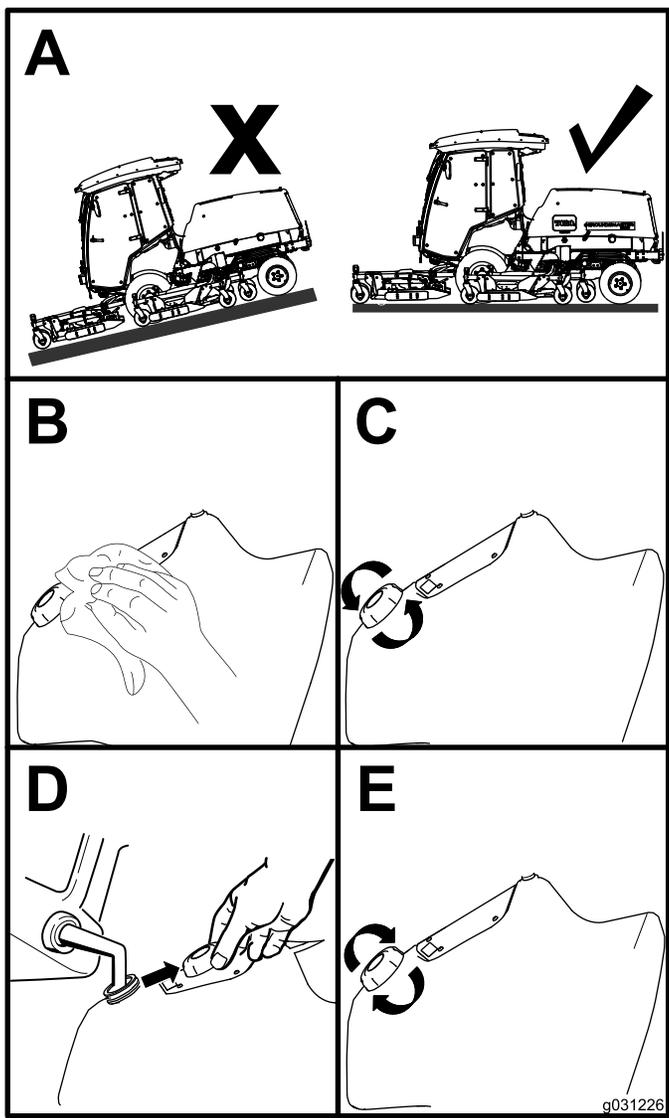

Рисунок 14
1. Поставьте машину на горизонтальной поверхности (Рисунок 14).